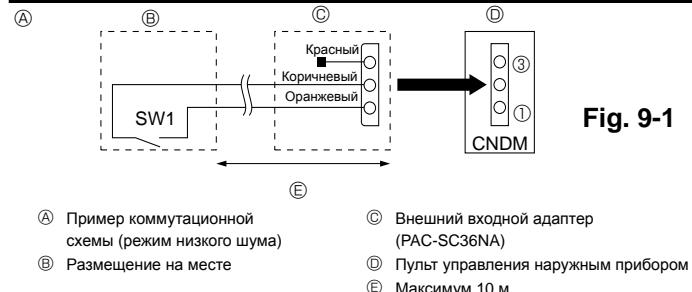

Fig. 9-1
④ Нажмите кнопку **TEST** и удерживайте ее три секунды или дольше, или нажмите кнопку **ON/OFF** для отмены (первого обучающего) прогона функции обнаружения утечки хладагента.
9.1. Режим низкого шума (модификация "на месте") (Fig. 9-1)